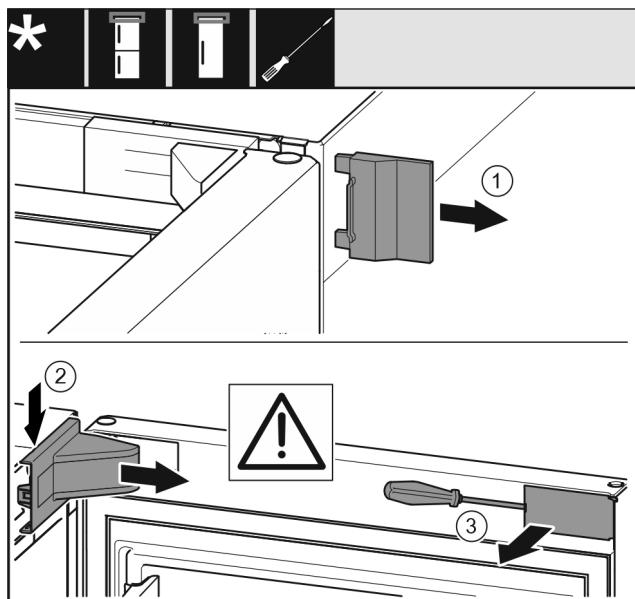

Fig. 6
- Свалете външния капак. Fig. 6 (1)
- Освободете и развийте капака на лагерната стойка. Свалете капака на лагерната стойка. Fig. 6 (2)
- Освободете калачката с плоска отвертка и я завъртете настрани. Fig. 6 (3)